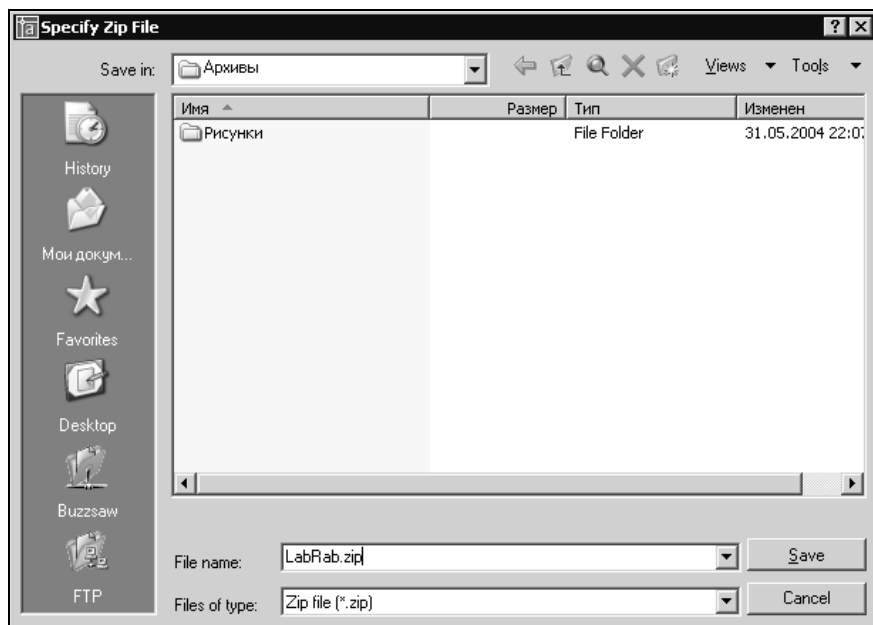

Рис. 20.23. Диалоговое окно **Specify Zip File**
4. Щелкните на кнопке **ОК** для выхода из диалогового окна **Modify Archive Setup** (Изменить настройки архиватора), а затем на кнопке **ОК** в появившемся диалоговом окне **Archive Sheet Set** (Архивировать подшивку). Появится диалоговое окно **Specify Zip File** (Определение архивного файла) (рис. 20.23), в котором задайте имя архивного файла и папку, в которую его следует записать.